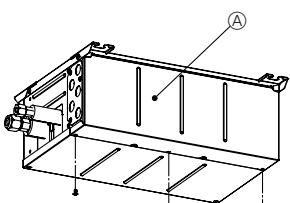
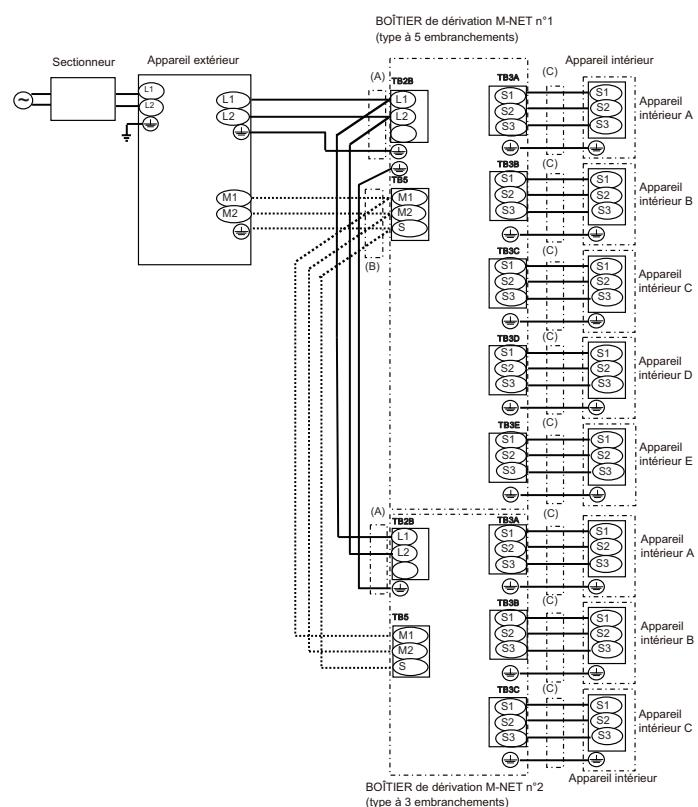

Fig. 8-1
Fig. 8-9
(1) Retirez le capot électrique. (Fig. 8-1)
(2) Retirez le capot de la tuyauterie.
(3) Passez le câblage dans le boîtier de dérivation via la plaque de tuyauterie et attachez-le à l'aide de la plaque de tuyauterie. (Reportez-vous à 8.1)
(4) Raccordez fermement chaque fil sur le bornier approprié. (Fig. 8-9)
(5) Réglez les commutateurs DIP. (Reportez-vous à 8.3)
(6) Remettez en place le capot électrique.
8.2. Procédure de câblage externe (Fig. 8-9)